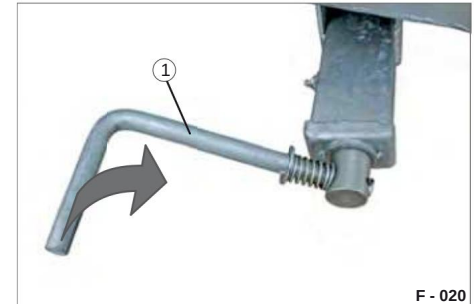

Fig. 45 Applicazione del freno di stazionamento del mandrino
- ÿ Sganciare il gancio (Fig. 44/2) dalla manovella (Fig. 45/1).
- ÿ Ruotare la manovella (Fig. 45/1) in senso orario fino a quando il freno non viene azionato.